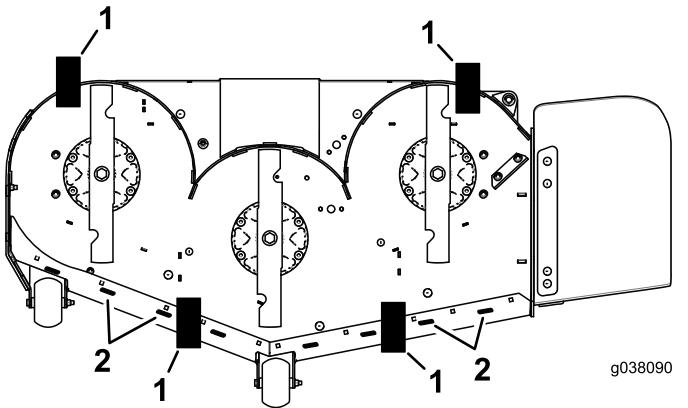

Figura 104
- 11. Coloque 2 bloques (ver Altura de bloque y soporte) debajo del borde trasero del faldón de la carcasa de corte, uno en cada lado de la carcasa de corte (Figura 104).